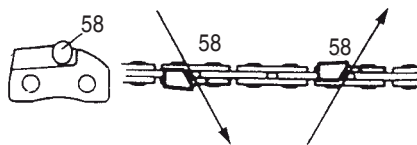

Fig. 49
Lime (58) la cuchilla en un lado de la cadena desde adentro hacia afuera. Lime sólo durante el desplazamiento hacia adelante. (Fig. 49)